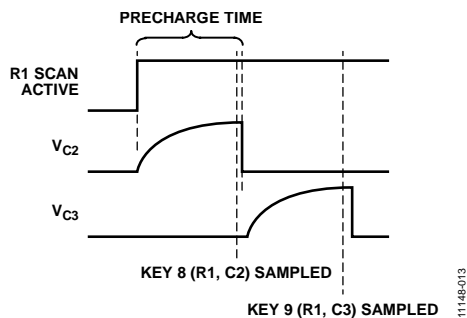

図 13. プリチャージ時間
スキャン・シーケンスの間、行は列の端から端まで順にスキャンします。各行/列の組み合わせは KEY_POLL_TIME ビット (レジスタ 0x39、ビット [1:0]) で指定されたレートでテストされます。これらの各スキャン時間の中で、各列は PRECHARGE_TIME ビット (レジスタ 0x39、ビット 3) で指定された時間の間スキャンされます。図 13 に示すように、(たとえばプルアップ/プルダウン抵抗などの) 直列抵抗と個々の列で観測される並列容量によって決まる抵抗コンデンサ (RC) 時定数はキー・プレス・イベントのサンプリングに影響を及ぼします。